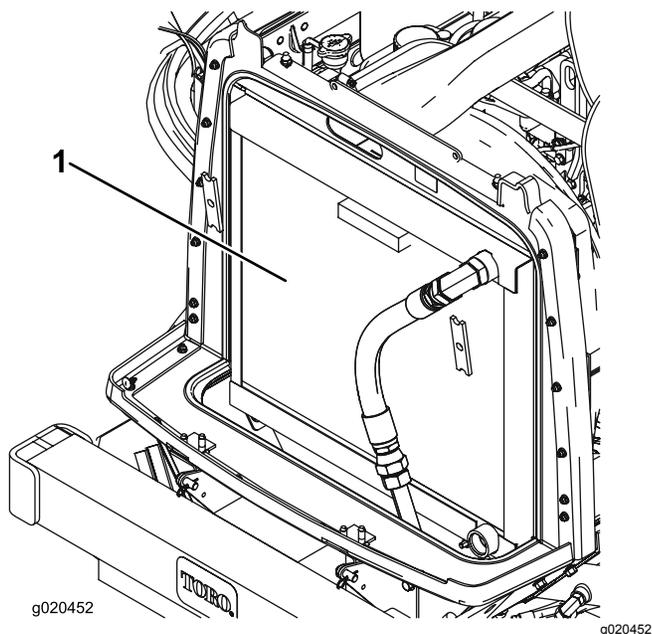

Рисунок 72
3. Тщательно очистите сжатым воздухом область с обеих сторон радиатора и маслоохладителя (Рисунок 72).